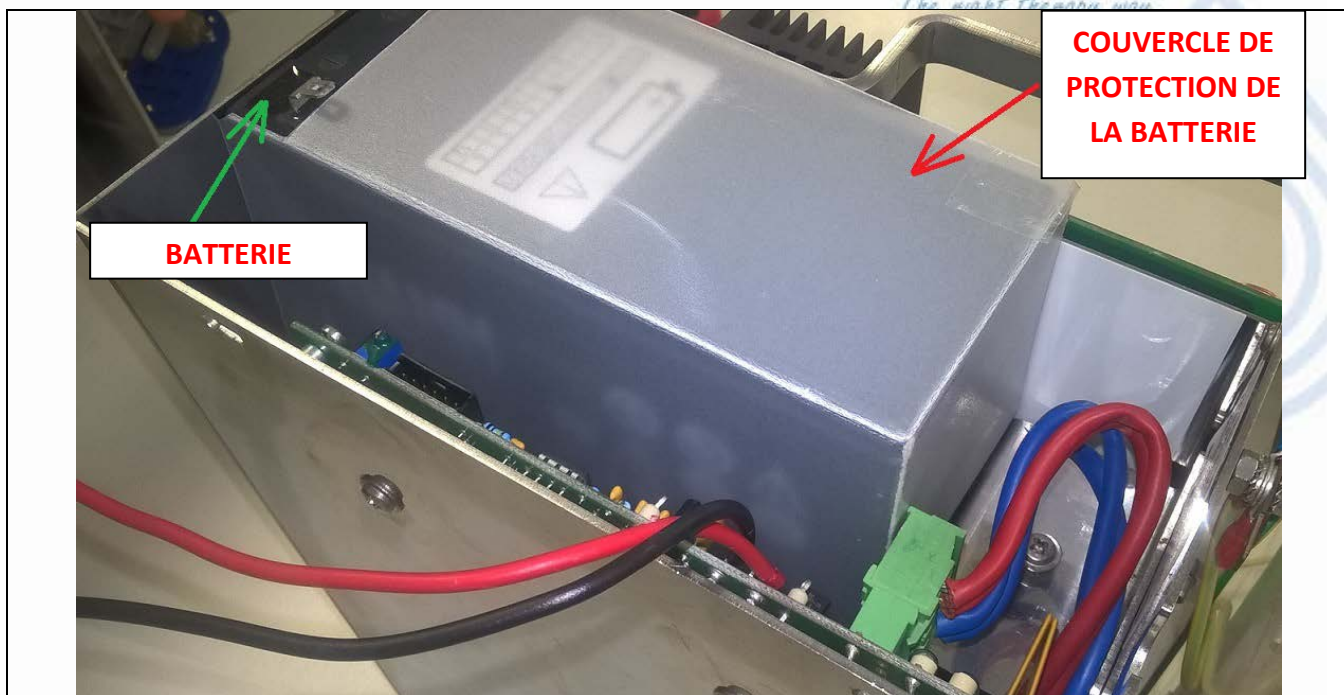
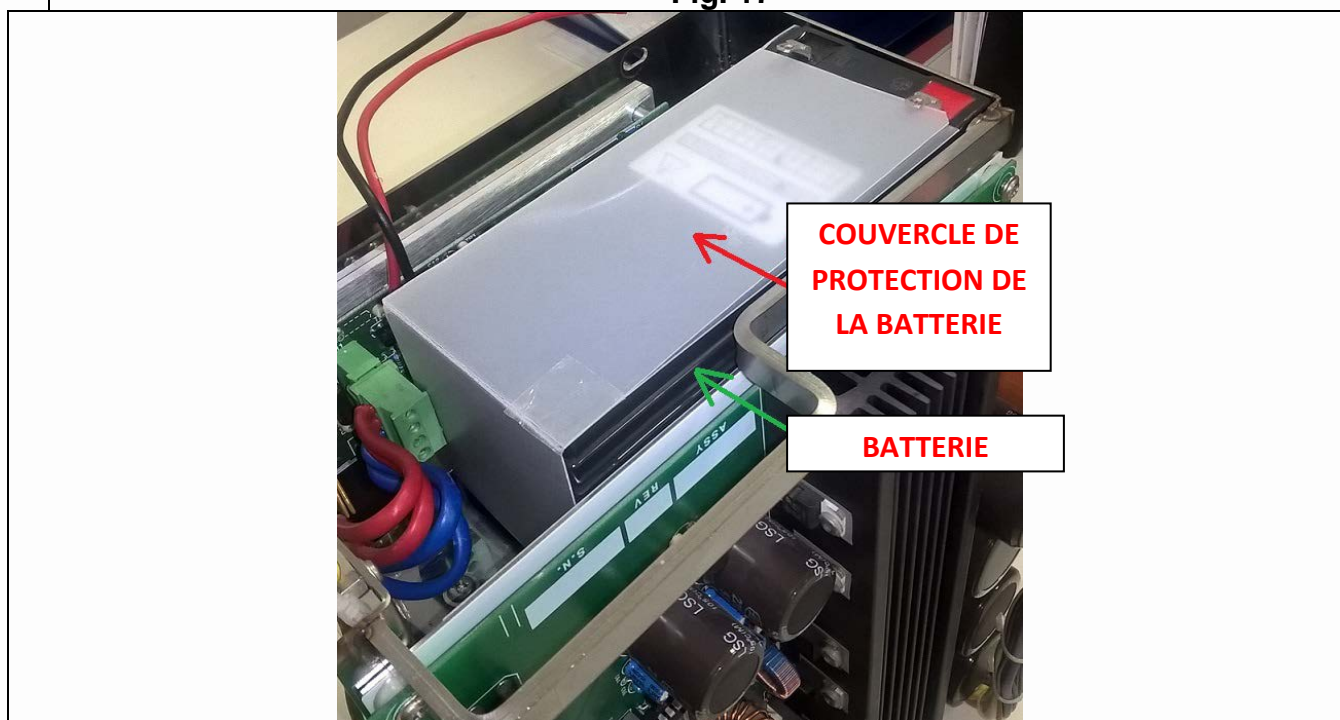

Fig. 17
Fig. 18
19. Placez le couvercle de protection de la batterie (cod. IB1500370) sur la batterie. Vérifiez que le côté de la batterie orienté vers la station de charge est couvert par la protection (**Fig. 17 et Fig. 18**).